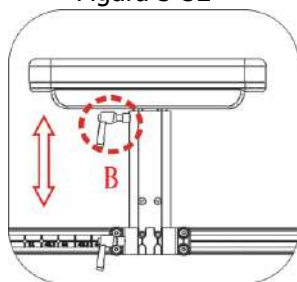

Figura 5-55
- La altura del reposabrazos puede ajustarse y se puede quitar la almohadilla del reposabrazos liberando la palanca B. (Figura 5-55).